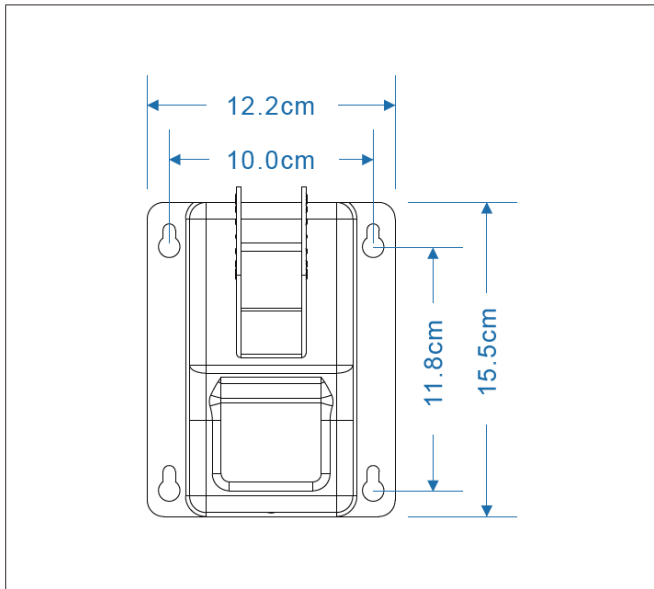

Figura 1
- b. Coloque o ventilador de parede no local desejado para a instalação e faça quatro furos na parede com as medidas mostradas na Figura 1.